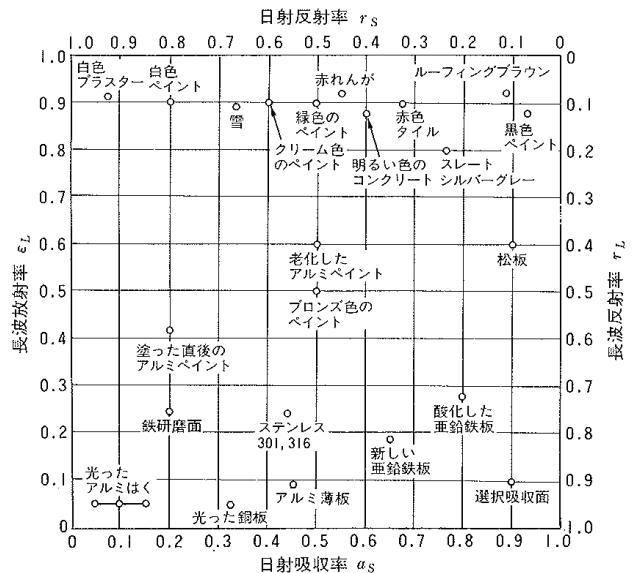

図2. 材料表面の日射吸収率および長波放射率^{*5}
- 材料の製造元に問い合わせるのが一番確実ですが、図2.に材料の違いによる日射吸収率と長波放射率を示します。図中に無い材料については類似した材料の数値を使用したり、材料ごとの分布から類推することが出来ると思います。